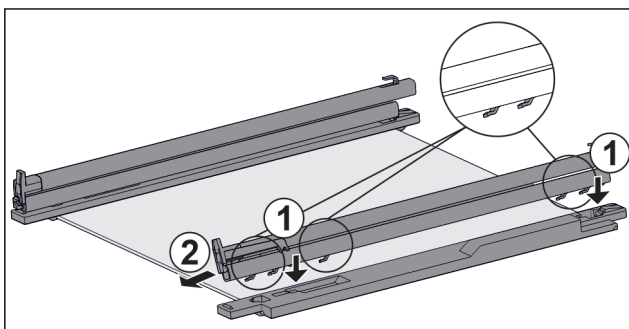

Fig. 63 Placa de vidrio con guías y piezas de sujeción
- ▶ Coloque los ganchos de la guía en las aberturas de la pieza de sujeción **izquierda**. Fig. 63 (1)
- ▶ Tire de la guía hacia delante. Fig. 63 (2)
- ▶ Coloque los ganchos de la guía en las aberturas de la pieza de sujeción **derecha**. Fig. 63 (1)